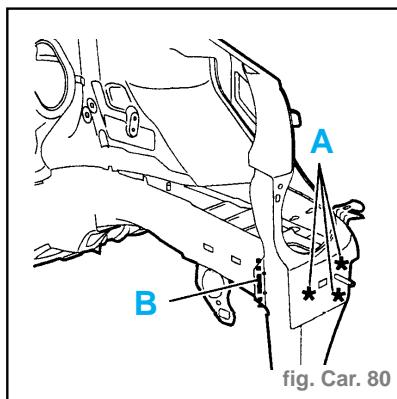

fig. Car. 80
- Découper par fraisage des points (suivant A) (fig. Car. 80).